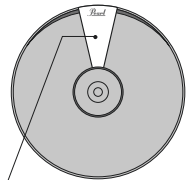

Fig. 4
- For proper playing position, ensure the Pearl Logo Plate is positioned "away" from the player (Fig.4).
- パールロゴプレートを演奏者と反対側になるようにセットしてください (Fig.4)。